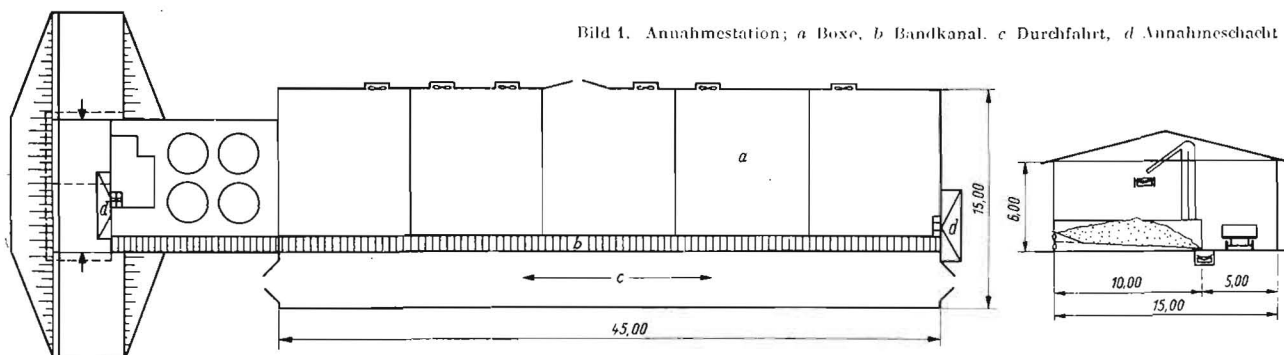

Bild 1. Annahmestation; a Boxe, b Bandkanal, c Durchfahrt, d Annahmeschacht
- durch 1,5 bis 2 m hohe Zwischenwände wird der Baukörper in mindestens 5 Boxen und durch einen den Baukörper in Längsrichtung durchziehenden Bandkanal in den 10 m breiten Lagerteil und eine 5 m breite Durchfahrt unterteilt (Bild 1). Im Bedarfsfalle kann auch die Durchfahrt zur Lagerung genutzt werden, so daß die Kapazität von 450 t bis 675 t variiert;